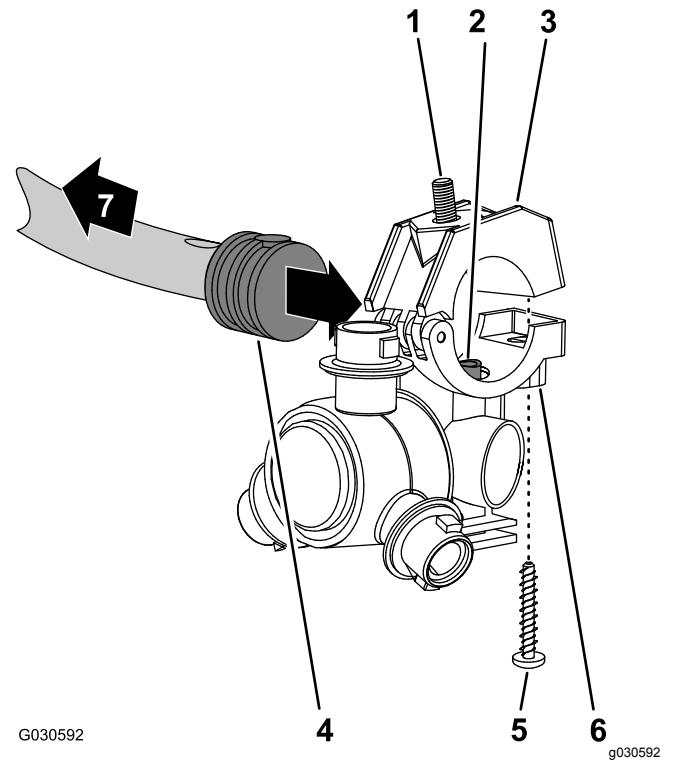
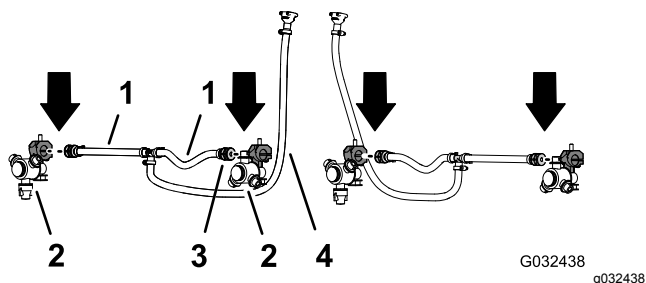

Figura 57
Figura 58
- Lavorando con i 2 ugelli dell'irroratrice del kit di finitura dell'impianto di irrorazione GeoLink, rimuovete le vite in acciaio inox che fissa la metà superiore della fascetta alla sella (Figura 57).
- Individuate il foro sul lato del portagomma dentellato singolo all'estremità del flessibile da 25 cm del gruppo flessibili (valvola dell'irroratrice 5 o 6) per la sezione di irrorazione centrale (Figura 57 e Figura 58).
- Allineate il tubo di trasferimento sulla sella di un ugello dell'irroratrice (Figura 57) con il foro sul lato del portagomma dentellato singolo (1/2").
- Chiudete la metà superiore della fascetta attorno al portagomma dentellato e fissate la metà della fascetta e il corpo dell'ugello dell'irroratrice (Figura 57) con la vite in acciaio inox (n. 12 x 1 1/4"); serrate la vite in acciaio inox a 14–18 N·m.
- Lavorando con l'ugello dell'irroratrice, il bullone a testa esagonale e la vite in acciaio inox che avete rimosso ai passaggi 1 e 2 di Rimozione degli ugelli dell'irroratrice \(pagina 27\), ripetete i passaggi da 3 a 5 sul portagomma dentellato singolo (Figura 57 e Figura 58) all'estremità dell'altro flessibile da 25 cm.
- Lavorando con i 2 ugelli dell'irroratrice che avete rimosso al passaggio 4 di Rimozione degli ugelli dell'irroratrice \(pagina 27\), ripetete i passaggi da 3 a 5 per i portagomma dentellati singoli dell'altro gruppo flessibili (valvola dell'irroratrice 5 o 6) per la sezione di irrorazione centrale (Figura 57 e Figura 58).